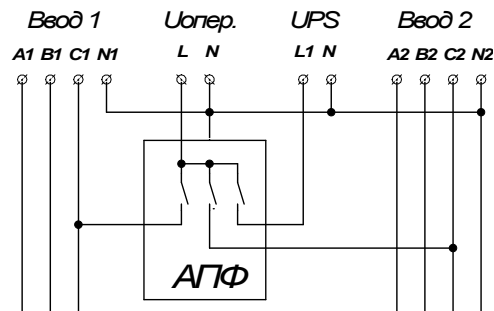

Рис.11 Схема получения оперативного питания с использованием АПФ и UPS
- 5.2.4. Схема получения оперативного питания с использованием автоматического переключателя фаз (АПФ) и UPS. Пример схемы изображен на рис. 11. Это наиболее надежное и эффективное решение.